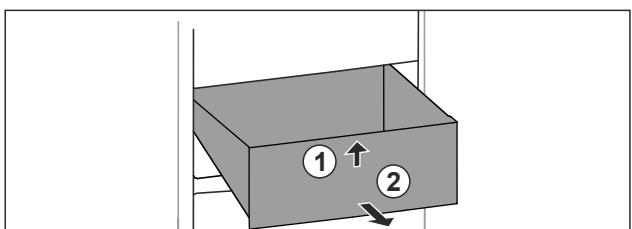

Fig. 72
- Podignite ladicu sprjeda. Fig. 72 (1)
- Izvadite ladicu prema naprijed. Fig. 72 (2)